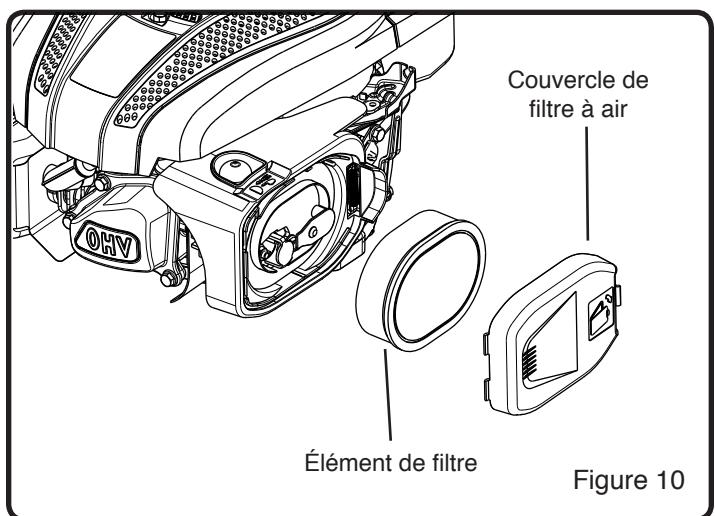

Figure 10
1. Retirez le couvercle du filtre à air et retirez avec soin l'élément du filtre. (Voir Figure 10)